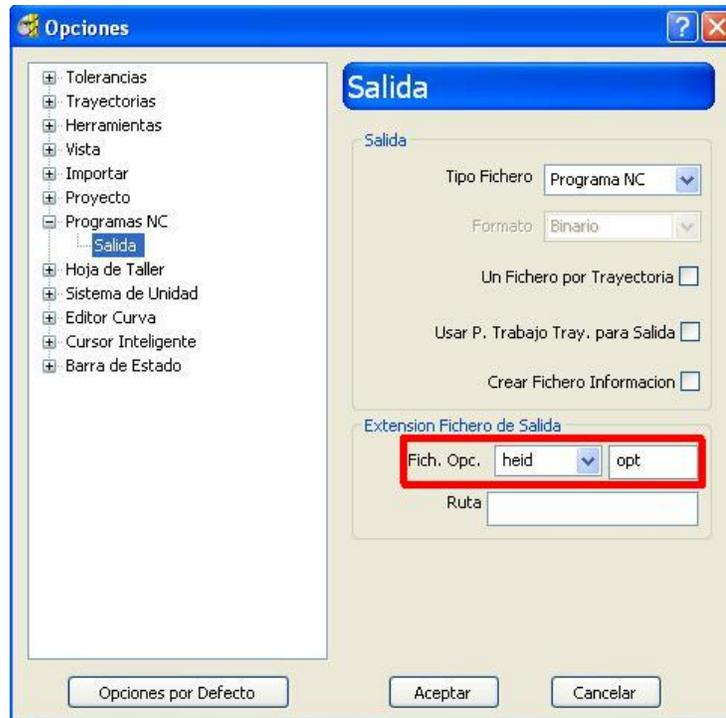

Figura 2.137 Cuadro de diálogo Opciones.
3. Hacer clic en el botón Opciones . El cuadro de diálogo Opciones aparece con el panel Salida visible (Figura 2.137).
- a. Desde la lista desplegable Fichero Opciones en la zona Extensión Fichero de Salida, seleccionar heid (Figura 2.137).